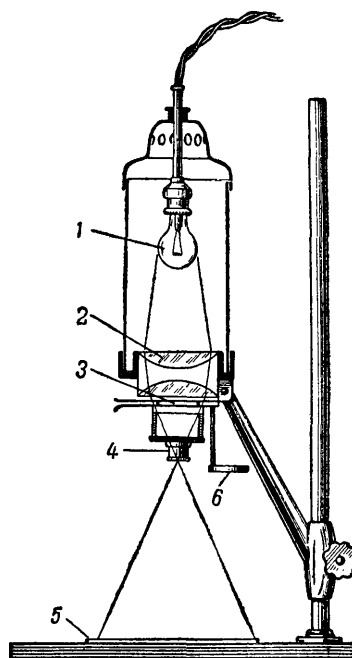

Рис. 11. Схема увеличительного аппарата:
В таких случаях прибегают к увеличению снимка. Увеличитель для фотоснимков сделан точно так же, как проекционный фонарь, и если читатель знаком с устройством последнего, то понять устройство увеличителя совсем нетрудно. На рис. 11 изображён схематический разрез увеличительного аппарата. В жестяном корпусе находится электролампа (1), свет от которой проходит через две большие плосковыпуклые линзы (2) — так называемый конденсор.